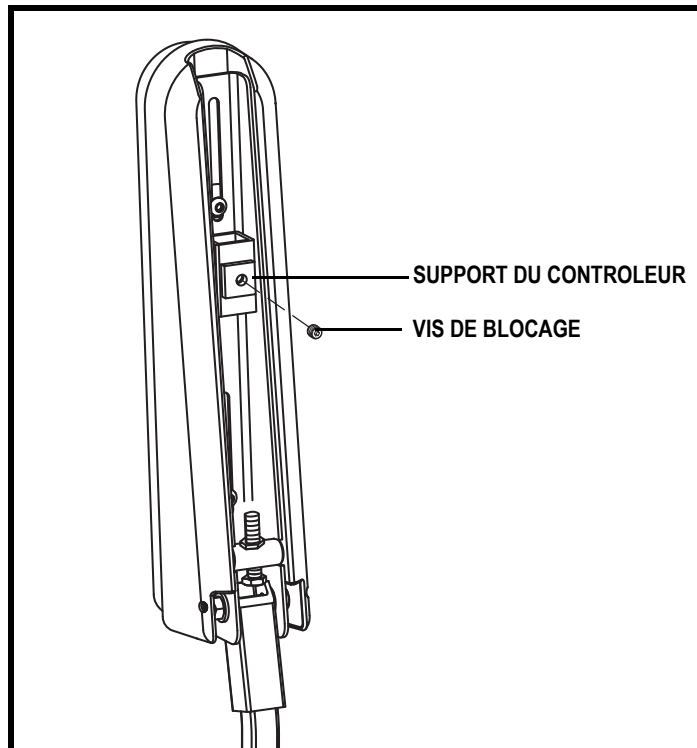

Figure 15. Dessous de l'accoudoir
2. Desserrez la vis de blocage sous l'accoudoir. **Voir la figure 15.**